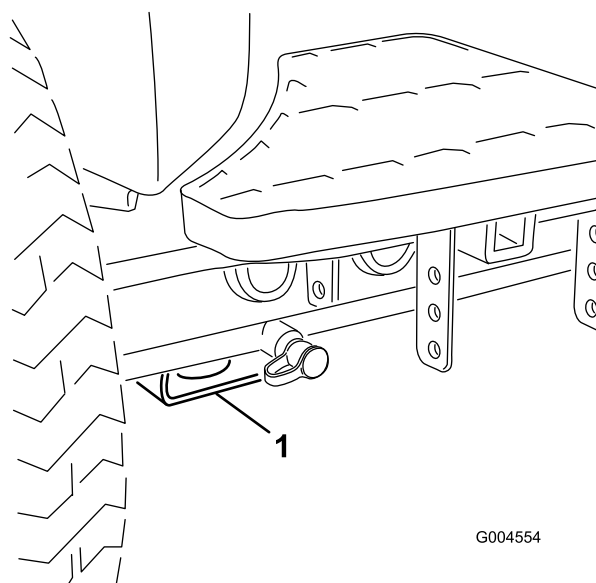

Figura 56
- Delantero – bloque rectangular, debajo del tubo del eje, al interior de cada rueda delantera (Figura 56).